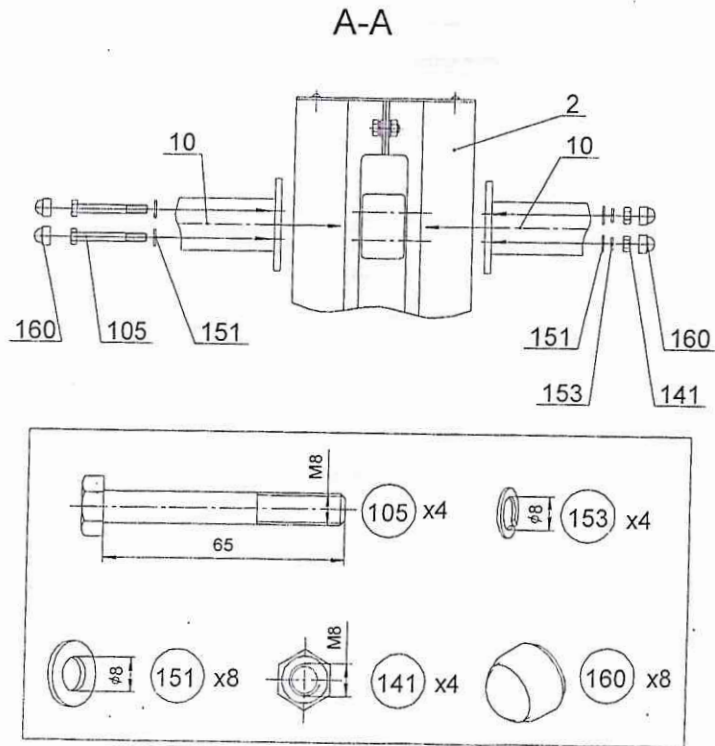

Рис.7
9.3.3.1 На стойку поз.2 установить и закрепить полусферы поз.10 (рис.7)